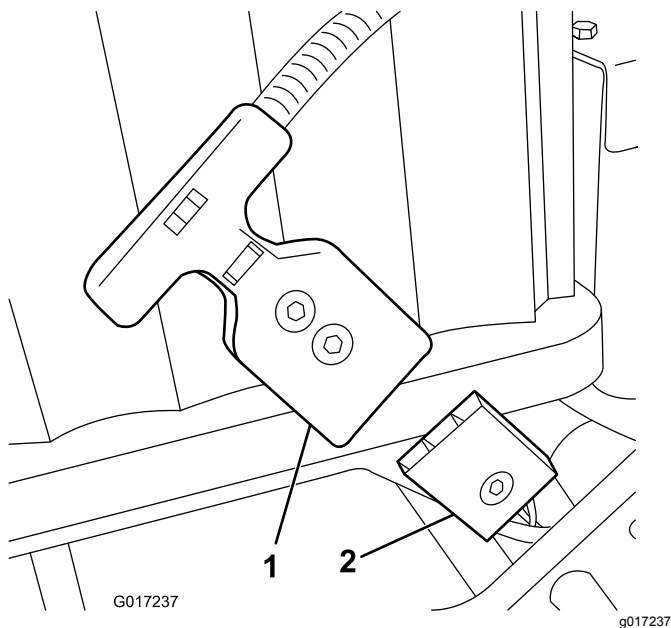

Bild 16
16. Schließen Sie den T-Holmanschluss vom Hauptkabelbaum am Netzstecker am Akku-Unterteil an (Bild 16).